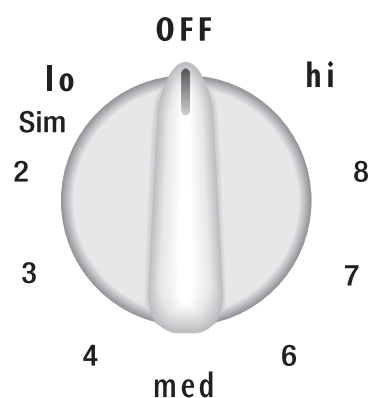

Figura 2
2. Presione y gire la perilla en cualquier dirección para ajustar el elemento a la temperatura deseada (Figura 2). Se recomienda comenzar la cocción siempre por la intensidad más alta y reducir al final de la cocción. Cada elemento radiante provee un calor constante a cada ajuste. Si una luz roja excede la superficie de la olla o sartén, esto indica que los utensilios de cocina elegidos son muy **pequeños** en comparación con el diámetro del elemento.